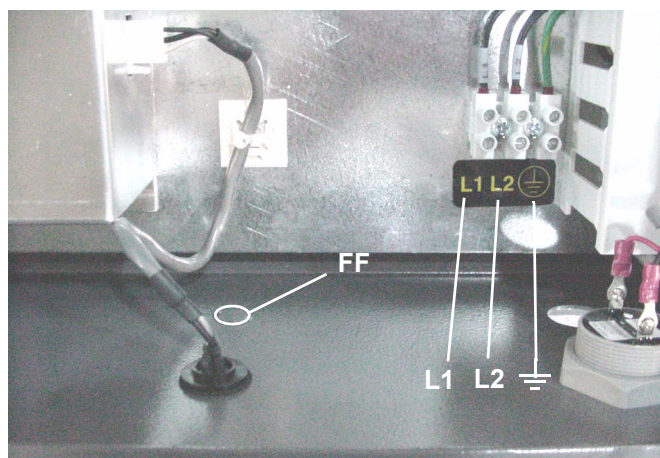
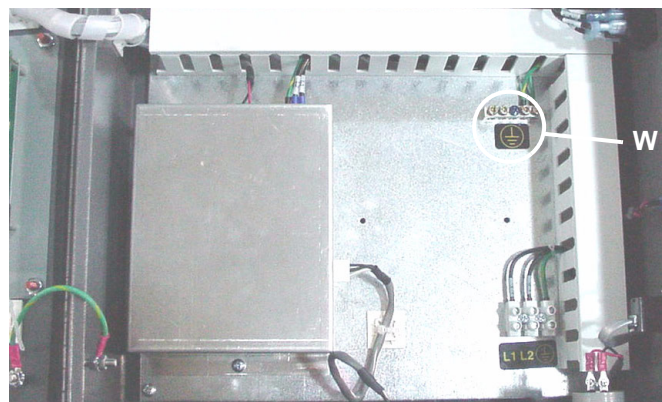

図 . 22
図 . 23
- EasyKey™ 内部の L1、L2 および接地配線接続については図. 23 をご参照ください。
EasyKey™ ディスプレイエンクロージャ下部からノックアウト (FF) を取り外します。図 . 22。バルクヘッドストレインリリーフを取り付けます。接地ブロック端子 (W) に接地ワイヤを接続します。図 . 23。ストレインリリーフを通してワイヤを配線し、直大地アースへ接続します。